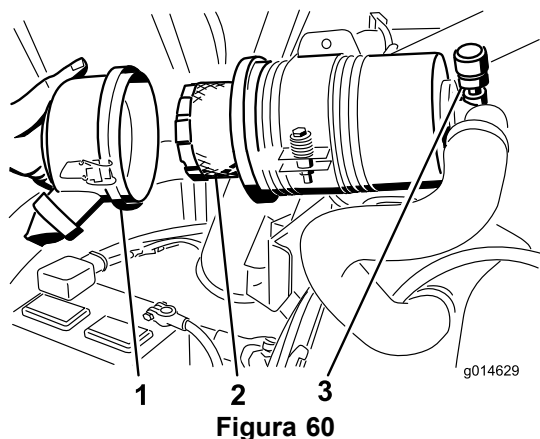

Figura 60
3. Togliete il filtro e sostituitelo (Figura 60).